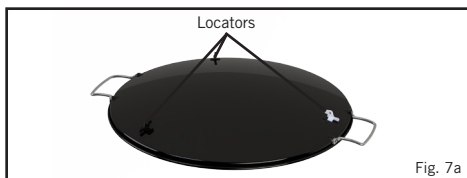

Fig. 7a
- Pour préparer le Skottel Braai pour l'utiliser, placez-le sur le plateau du brûleur (F) de manière à ce que les trois repères (V) (Fig. 7a) correspondent parfaitement avec le rebord sur la circonférence du plateau du brûleur (F), garantissant ainsi une installation stable.